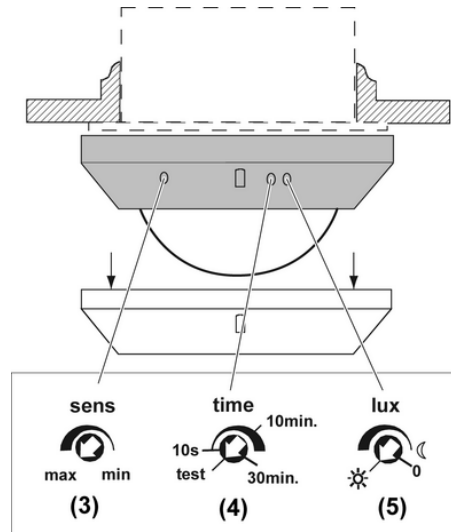

Figure 4: Réglage de test
- Retirer le cache à monter (10).
- Retirer l'anneau enjoliveur (9).
- Régler le sélecteur **sens** (3) sur **max**(figure 4).
- Régler le sélecteur **time** (4) sur **test**.
- Régler le sélecteur **lux** (5) sur ☀ pour une commutation indépendante de la luminosité.
- Tourner le sélecteur **time** (4) dans la position souhaitée (figure 4).
- Régler le sélecteur **time** (4) sur **test**(figure 4).
- Tourner très légèrement le sélecteur **sens** (3) dans le sens **min**, dans la mesure où la sensibilité maximale peut provoquer des commutations non souhaitées.
- Tourner le sélecteur **lux** (5) dans la position souhaitée (figure 4).